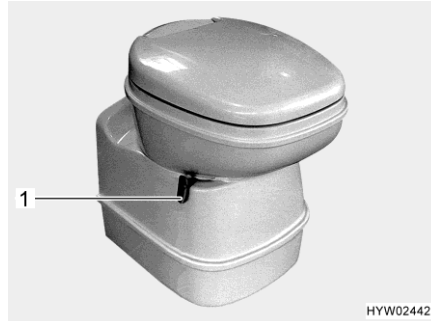
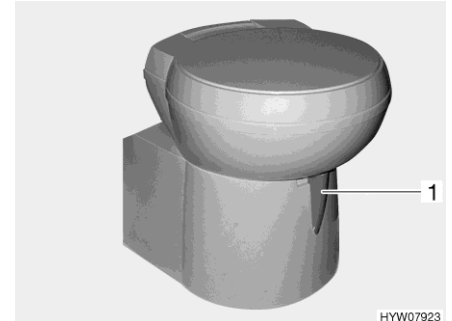

Bild 281 Thetford-toalettskål, svängbar
Bild 282 Thetford-toalettskål, svängbar (alternativ)
- Öppna spjället på Thetford-toaletten före spolning. Skjut för detta spjällspaken (Bild 281,1 resp. Bild 282,1) moturs.